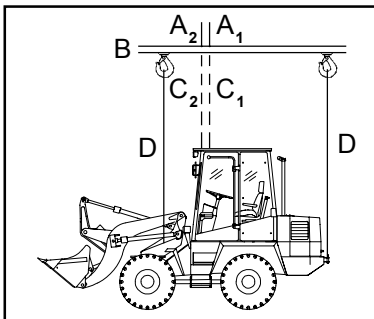

Bild 7-4
- Der Aufnahmepunkt ((7-4/A₁ - Gerät ohne Standardschaufel) bzw. (7-4/A₂ - Gerät mit Standardschaufel)) des Tragemittels (7-4/B) muß genau senkrecht über dem Schwerpunkt (7-4/C₁ bzw. 7-4/C₂) des Gerätes liegen (siehe Bild 7-4), damit sich das Lastaufnahmemittel **waagrecht** über der Längsmittelachse des Gerätes befindet.
(8) Contact de changement de mode de direction en position „essieu arrière directeur“ (4-8/3).
(9) Mettre le contact d'entraînement (4-7/1) sur position «0».
(10) Actionner le contact à bascule du système clignotant de sécurité (4-10/13).
(11) Lâcher le frein de parking (4-9/1).
- Le point de levage (7-4/A₁ - chargeur sans godet standard) ou (7-4/A₂ - chargeur avec godet standard) du palonnier de levage (7-4/B) doit être situé directement à la verticale du centre de gravité (7-4/C₁ ou 7-4/C₂) du chargeur (voir figure 7-4) de façon à ce que le palonnier de levage soit positionné **horizontalement** au-dessus de l'axe longitudinal du chargeur.
(8) De schakelaar voor de besturing in "achteruit" zetten (4-8/3).
(9) De schakelaar (4-7/1) voor de rijrichting in de "0"-stand zetten.
(10) De tuimelschakelaar voor de alarmknipperlichten (4-10/13) aanzetten.
(11) De handrem (4-9/1) uitzetten.